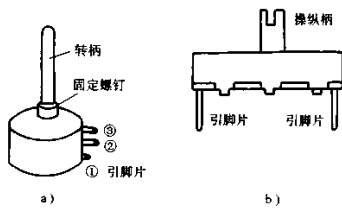

图 2-4 常见电位器外形示意图
电位器的种类比较多, 各种具体电位器的外形不同, 如图 2-4 所示是几种常见电位器的外形示意图。
1) 单联电位器, 即一个操纵柄只能控制一个电位器的阻值变化, 图 2-4 所示中的两个电位器都是单联电位器, 这种电位器应用最广泛。
(3) 按有无开关划分主要有下列两种: